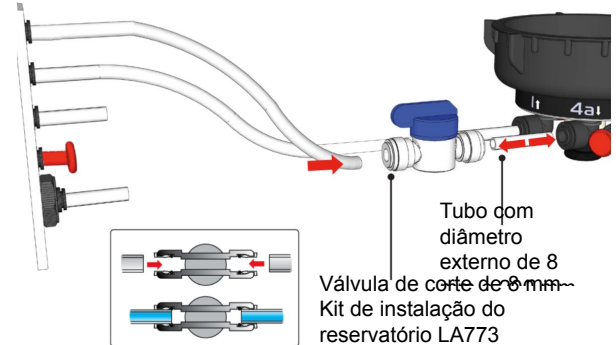

Fig. 2
4. LIGUE a válvula de corte ao conector da entrada do reservatório utilizando o tubo fornecido (porta 4a) (Fig. 2)